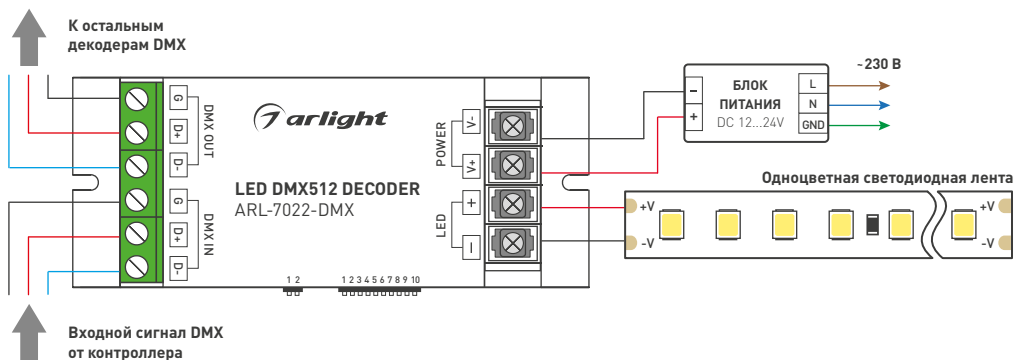

Рис. 1. Схема подключения декодера
- 3.4. Подключите провода от DMX-контроллера ко входу DMX IN (см. рис. 1), соблюдая полярность. Соблюдение полярности обязательно, в противном случае управление декодером не будет осуществляться.
- 3.5. Подключите выход блока питания ко входу POWER декодера (см. рис. 1), соблюдая полярность.